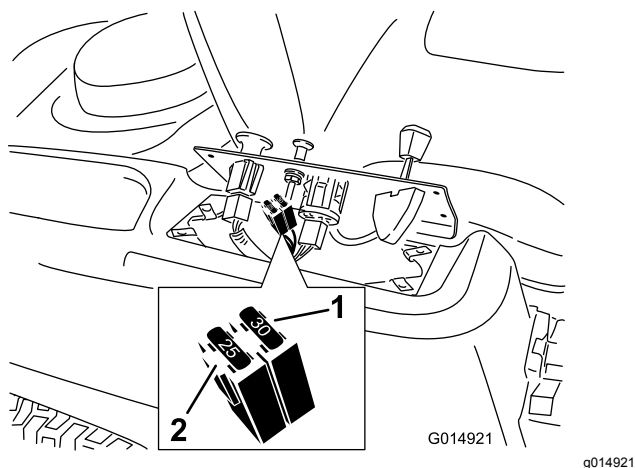

Figura 53
2. Levante el panel de control para tener acceso al arnés de cables principal y al bloque de fusibles (Figura 53).
3. Para cambiar un fusible, tire del mismo para retirarlo (Figura 53).